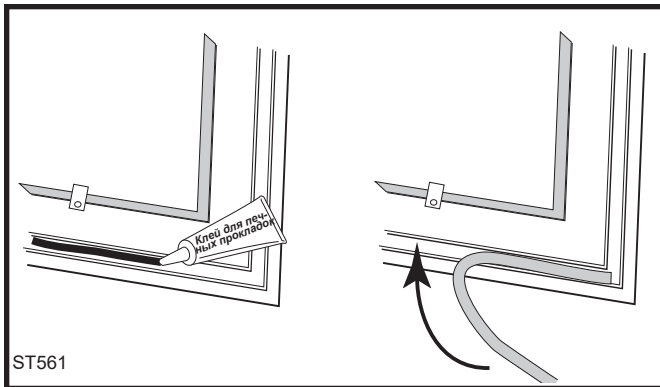

Рис. 46 Выложите слой клея для прокладок, а затем прижмите прокладку к месту приклеивания.
5. Выложите непрерывный 3-мм слой силиконового герметика в только что прочищенный канал (рис. 46).
6. Начав с одного конца, прижмите прокладку к каналу (рис. 46). Проверьте прочность стыка концов, прежде, чем обрезать излишки. Не располагайте их внахлест и не оставляйте с неровными краями.